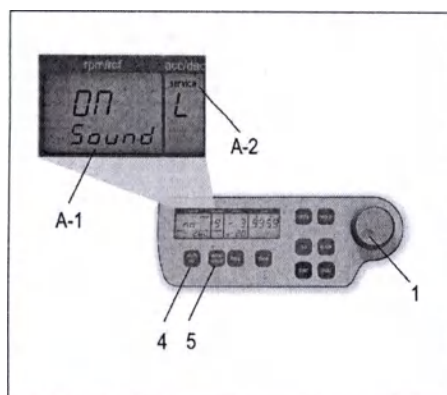

Рисунок 5
Действуйте как описано в п. 1.8.1, чтобы войти в программный режим, и затем нажмите кнопку «accel/deccl» [ускорение/замедление] (5). На дисплее «accel/deccl» [ускорение/замедление] (A-2) появится слово «service» [обслуживание]. Теперь выберите букву "L" с помощью верньера (1). В результате на дисплее «rpm/rcf» [об/мин / центробежное ускорение] (4) появятся слова «On sound». Если вы нажмете кнопку «rpm/rcf» [об/мин / центробежное ускорение] (4), то слово «On» замигает, и Вы сможете выключить звук, вращая верньер (1) (см. рисунок 5).